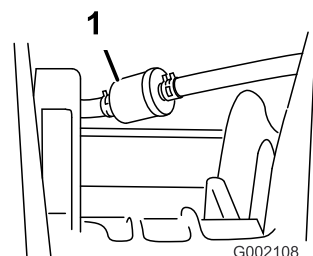

Figura 39
5. Rimuovete i dispositivi di fermo che fissano il filtro del carburante ai tubi di alimentazione (Figura 39).